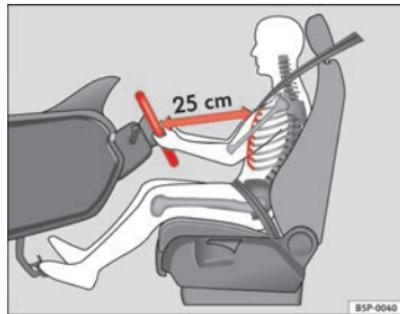

Fig. 1 Distancia correcta entre el conductor y el volante
- Ajuste el volante de modo que quede una distancia mínima de 25 cm entre el volante y el tórax ⇒ fig. 1.
- Coloque el asiento del conductor de forma que quede una distancia mínima de 25 cm entre el tórax y el centro del volante ⇒ página 10, fig. 1. Si la distancia es inferior a los 25 cm, el sistema de airbags puede no protegerle correctamente.